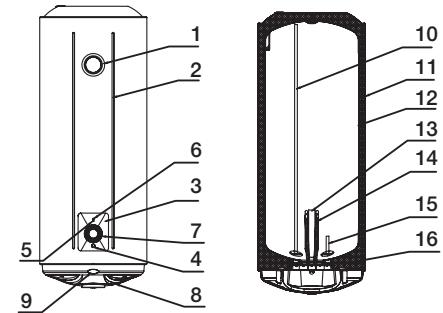

Рис. 1
- Водонагреватели этой серии оснащены одним электрическим нагревательным элементом и могут работать в режиме полной или половинной мощности соответственно 1500 Вт или 750 Вт (водонагреватели емкостью 150 л в режиме мощности 2400 Вт или 1200 Вт). После подключения к источнику питания начнется нагрев в режиме 750 Вт (1200 Вт). Когда горит индикатор «Full power», значит включен режим полной мощности. Режим мощности регулируется нажатием кнопки «Р» (рис. 1, п.4), одновременно будут гореть лампочка нагрева (рис. 1, п 5) и индикатор полной мощности (рис. 1, п 6).
- Режим половинной мощности выполняет нагрев в режиме энергосбережения; функция быстрого нагрева осуществляется в режиме полной мощности. С помощью ручки регулятора нагрева (рис. 1, п 7) установите требуемый уровень нагрева воды в диапазоне от min до max. Степень нагрева воды будет отображаться на шкале термометра (рис. 1, п 1). Режим «ECO» – экономичный режим, на шкале нагрева соответствует температуре 50–55 °C. Нагрев воды отключается автоматически и включается для подогрева автоматически.